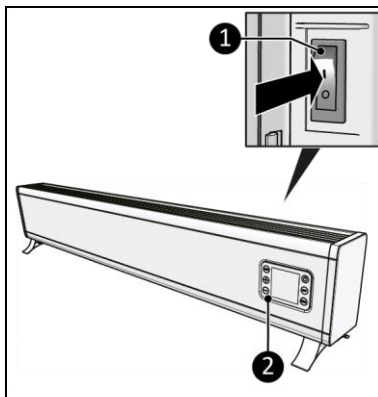

Figura 14
1. Poziționați comutatorul PORNIT/OPRIT în poziția PORNIT (Figura 14, poz. 1).
2. Afișajul (Figura 14, poz. 2) va arăta OFF.